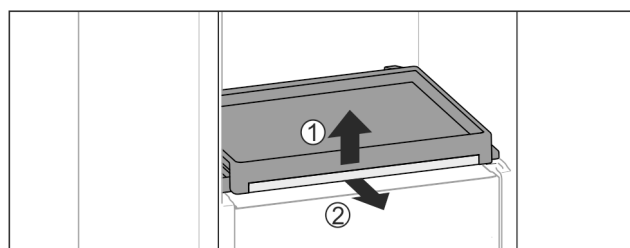

Fig. 42
- ▶ Извадете изтеглящата се дъска със стъклената плоча: Повдигнете леко отпред стъклената плоча Fig. 42 (1) и я изтеглете напред Fig. 42 (2).